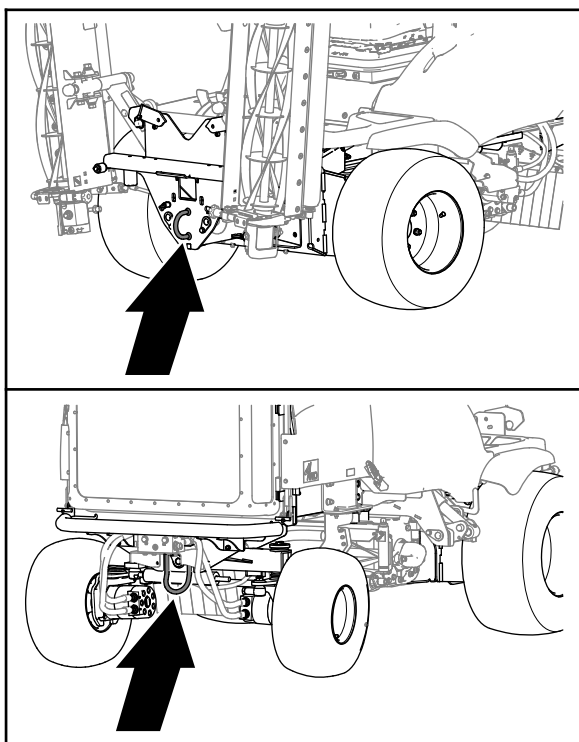

Figura 43
5. Collegate una barra di traino **rigida** all'anello di traino sulla parte anteriore della macchina e al veicolo di traino (Figura 43).